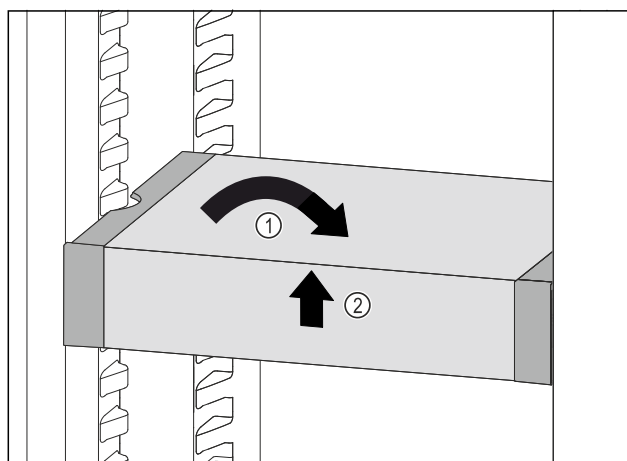

Fig. 64
- ▶ VarioSafe postavte rovno. Fig. 64 (1)
- ▶ VarioSafe nadvihnite vpredu. Fig. 64 (2)